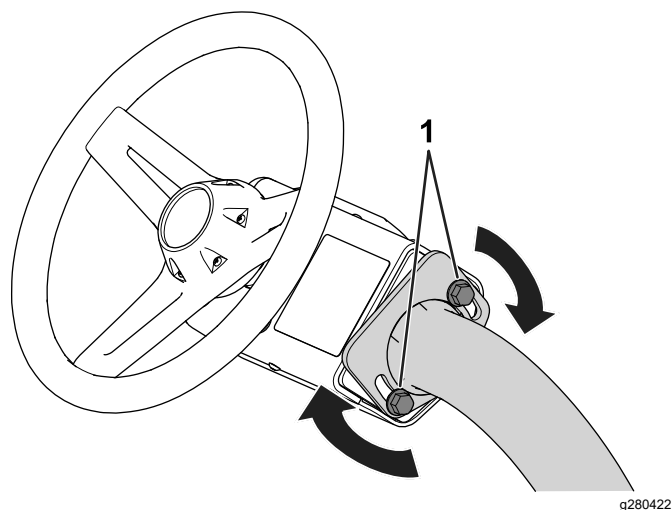

図 28
3. ボルト図 28 を締め付けてハンドルアセンブリをステアリングアームに固定する。
1. ハンドルアセンブリをステアリングアームに固定しているボルト図 28 をゆるめる。